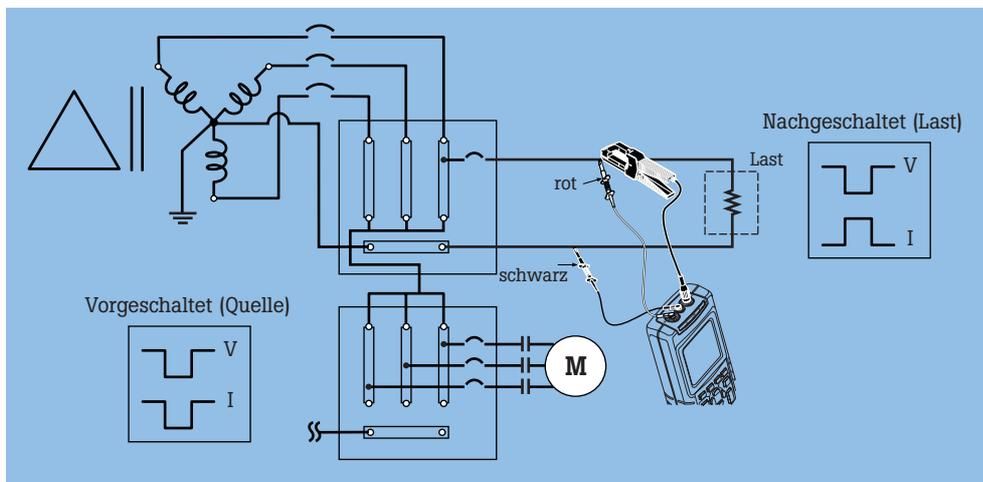
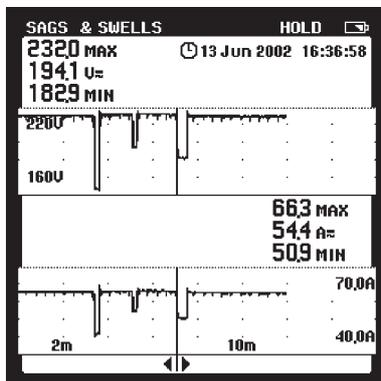

Abb. 1. Lokalisierung der Störungsquelle.
Abb. 2. Spannung oben, Strom unten. Echtzeitmarkierung oben.
Schließen Sie die Spannungsspitzen und Stromzangen des Geräts auf der Lastseite des Schalters an, wie in Abb. 1 gezeigt. Mit der Funktion Spannungseinbrüche und -erhöhungen des 43B können Spannungsereignisse auf der oberen Hälfte des Bildschirms und Stromereignisse auf der unteren Hälfte des Bildschirms dargestellt werden (Abb. 2). Jeder Punkt der Trendplot-Darstellung (insgesamt 240 Punkte bei Vollbilddarstellung) steht für drei Werte innerhalb des Abtastzeitraums: Die
- Wenn ein *Spannungseinbruch* und eine *Stromspitze* gleichzeitig auftreten (gegenläufige Kurven), wurde der Einbruch durch eine Last im Abzweigkreis verursacht (Abb. 2). Mit anderen Worten, die Ursache des Einbruchs war dem Messpunkt *nachgeschaltet* und kann daher als *lastbedingte* Störung betrachtet werden.